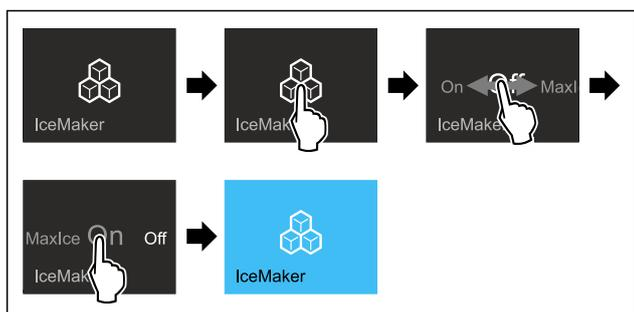

Fig. 26
- ▶ Suivre les étapes (voir Fig. 26) .